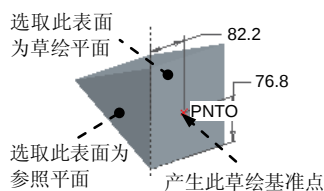

图 5.19.27 草绘基准点的创建
如图 5.19.27 所示，现需要在模型的表面上创建一个草绘基准点 PNT0，操作步骤如下：
Step3. 选取图 5.19.27 所示的两平面为草绘平面和参照平面，单击 **草绘** 按钮。